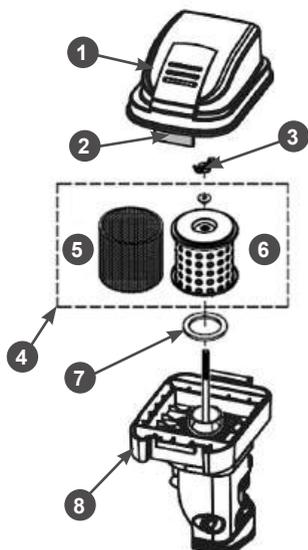

Рис. 21. Обслуживание воздушного фильтра
- Отогните фиксаторы 2 крышки воздушного фильтра и снимите крышку 1 воздушного фильтра (Рис. 21).
2. Открутите барашковую гайку 3 и снимите воздушный фильтр 4 (Рис. 21).
3. Проверьте целостность и чистоту фильтрующих элементов. Предварительный (поролоновый) фильтрующий элемент 5 установлен на корпусе основного (бумажного) фильтрующего элемента 6 (Рис. 21).
Основной (бумажный) фильтрующий элемент 6 (Рис. 21) не подлежит очистке, необходима его замена. Не продувайте бумажный фильтрующий элемент сжатым воздухом, не промывайте его в бензине и других растворителях.
5. Произведите очистку крышки 2 и корпуса 8 воздушного фильтра (Рис. 21), не допуская попадания пыли и грязи в воздуховод, ведущий к карбюратору.
7. Перед установкой воздушного фильтра убедитесь, что уплотнительное кольцо 7 воздушного фильтра находится на месте и не имеет поврежденных (Рис. 21).